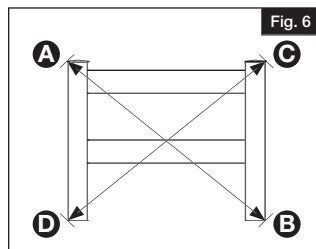

Fig. 6
Mesurer la distance en diagonale du coin gauche de la traverse supérieure (A) jusqu'au coin droit de la traverse inférieure (B). Noter cette distance. Puis, mesurer la distance en diagonale du coin droit de la traverse supérieure (C) jusqu'au coin gauche de la traverse inférieure (D). Noter cette distance. S'assurer que ces deux mesures sont identiques avant de fixer les vis dans les montants (Fig. 6).